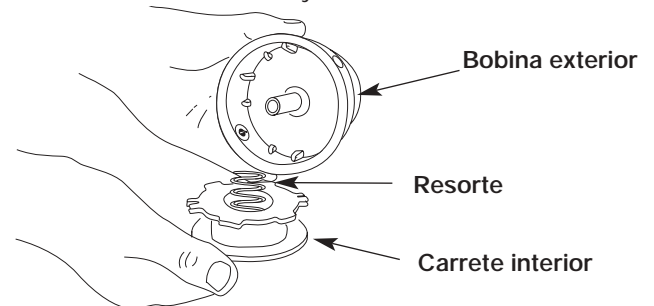

Fig. 16
2. Saque el carrete interior de la bobina exterior (Fig. 16).
3. Saque el resorte del carrete interior (Fig. 16).
1. Sostenga la bobina exterior con una mano y desenrosque el botón de tope en sentido antihorario (Fig. 16). Inspeccione el perno dentro del botón de tope para verificar que se mueva con libertad. Cambie el botón de tope si está dañado.
2. Saque el carrete interior viejo de la bobina exterior (Fig. 16).
3. Saque el resorte del carrete interior viejo (Fig. 16).